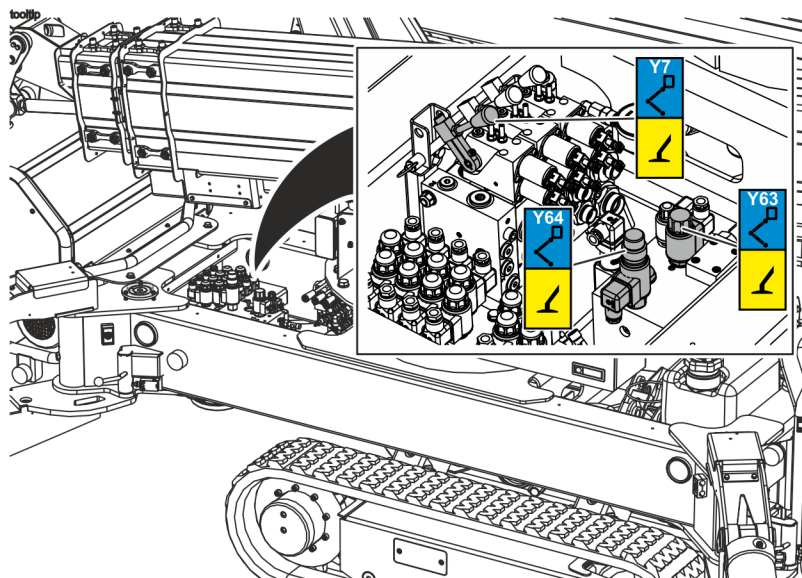

Abb. 192: Ventile
- 13.** Das Freigabeventil (Abb. 192/Y63) vollständig eindrehen.
- 14.** Das Druckbegrenzungsventil (Abb. 192/Y64) vollständig herausdrehen.
- Sicherstellen, dass für den Normalbetrieb die Ventile (Abb. 192/Y63, Y64 und Y7) in Grundstellung stehen.